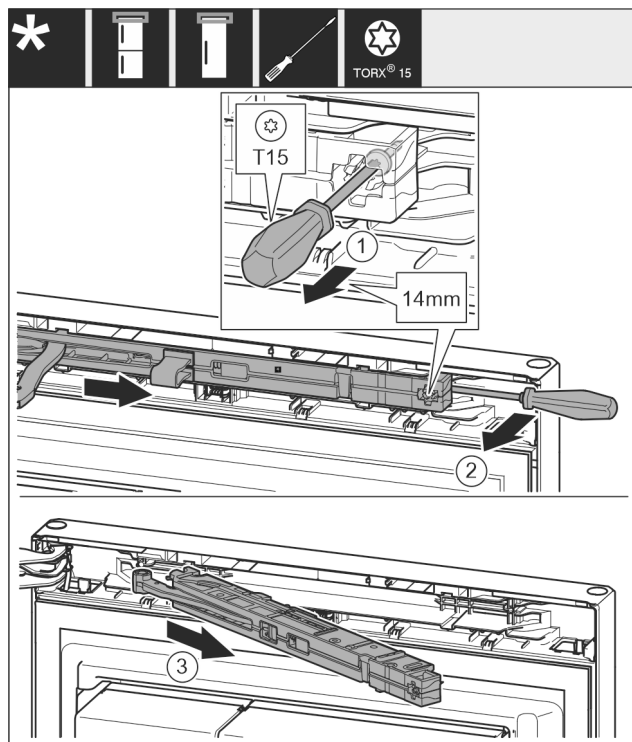

Fig. 11
- ▶ Desfaceți aprox. 14 mm șurubul de la unitatea amortizorului de închidere cu șurubelnița T15. Fig. 11 (1)
- ▶ Introduceți o șurubelniță pe partea mânerului în spatele unității amortizorului de închidere și rotiți unitatea spre înainte. Fig. 11 (2)
- ▶ Extrageți unitatea amortizorului de închidere. Fig. 11 (3)